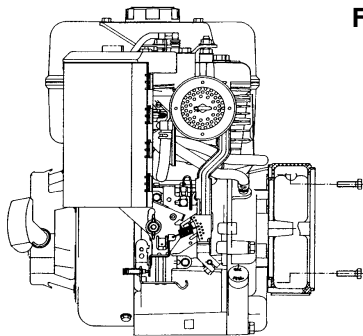

Fig. 1
-) Montare il coperchio anteriore sul motore fissandolo con le apposite viti e applicando una coppia di serraggio di  $48 \pm 7\%$  Nm se si impiegano viti M10 o  $21 \pm 7\%$  Nm nel caso di viti M8 (fig. 1).
-) Mount the front cover on the motor, by fixing it with the proper screws and by applying a tightening torque of  $48 \pm 7\%$  Nm if M10 screws are used or  $21 \pm 7\%$  Nm if M8 screws are used (fig. 1).
-) Monter le couvercle avant sur le moteur en la fixant avec les vis prévues à cet effet et en appliquant un couple de serrage de  $48 \pm 7\%$  Nm si on utilise des vis M10 ou de  $21 \pm 7\%$  Nm en cas de vis M8 (fig. 1).
-) Den vorderen Deckel auf den Motor setzen und ihn mit Hilfe der entsprechenden Schrauben und einem Anzugsmoment von  $48 \pm 7\%$  Nm festziehen, wenn Schrauben M10 verwendet werden, oder aber mit einem Anzugsmoment von  $21 \pm 7\%$  Nm bei Verwendung von Schrauben M8 (Abb. 1).
-) Monte la tapa anterior encima del motor sujetándola con sus tornillos y aplicando un par de torque de  $48 \pm 7\%$  Nm si utiliza tornillos M10, o de  $21 \pm 7\%$  Nm si utiliza tornillos M8 (fig. 1).